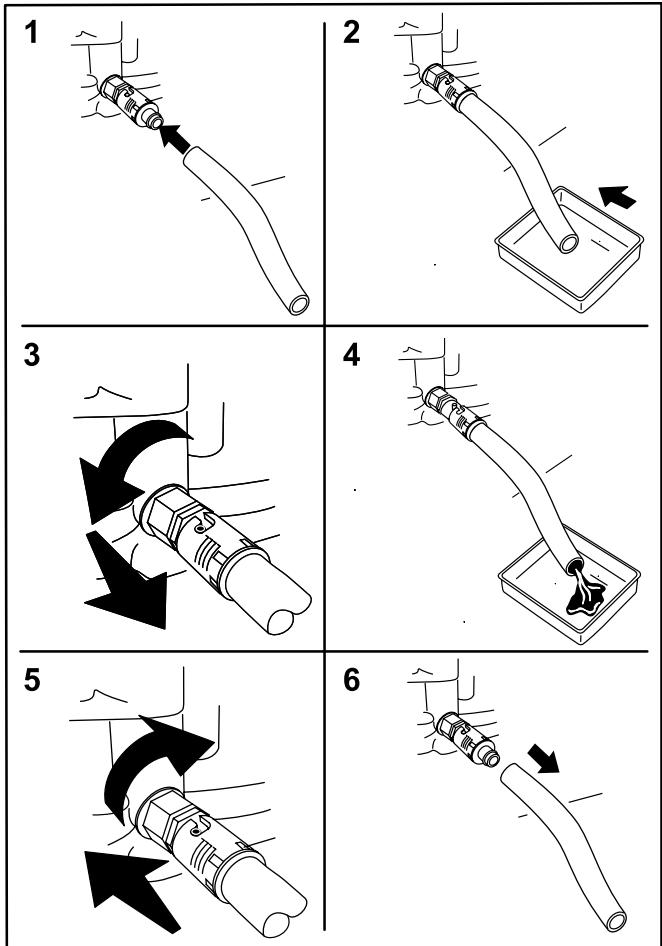

図 15
4. エンジンのドレンバルブに、排出用のホースを接続する図 15。
5. ホースの出口側を、廃油受け容器に入れる図 15。
6. ドレンバルブを左に 1/4 回転させてオイルを排出する図 15。
7. オイルが完全に抜けたら、ドレンバルブを右に 1/4 回転させて閉じる図 15。